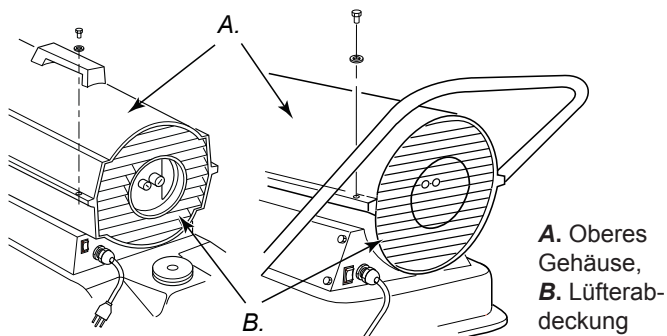

Abbildung 7-8 – Entfernen des oberen Ge-häuses.
1. Oberes Gehäuse entfernen (siehe Abb. 7-8).
1. Das obere Gehäuse entfernen (siehe Abb. 7-8).